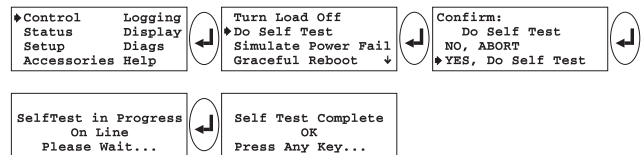

Рис. 5-23 Начало процедуры самотестирования
9. Выполните самотестирование с помощью последовательности экранов, приведенной на рис. 5-23.